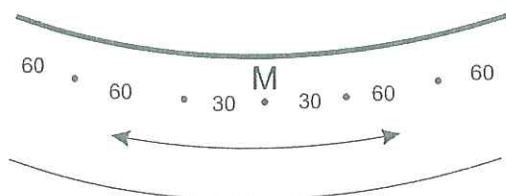

Abb. 2.1
## Schritt 2: Befestigung von Haken und Spannern, Löcher für Stifte (Abb. 2.1 bis 2.5)
Im Abstand vom 60 cm sind vom Ausgangsmesspunkt „M“ ca. 5–10 cm unter dem Handlauf die Stellen für Haken (13) rundum das Becken zu markieren (vom Haken zu Haken immer ca. 60 cm. Abb. 2.1. Zusätzlich sind zwei Markierungen für Haken im Abstand vom 30 cm rechts und links vom Ausgangsmesspunkt „M“ zu markieren.